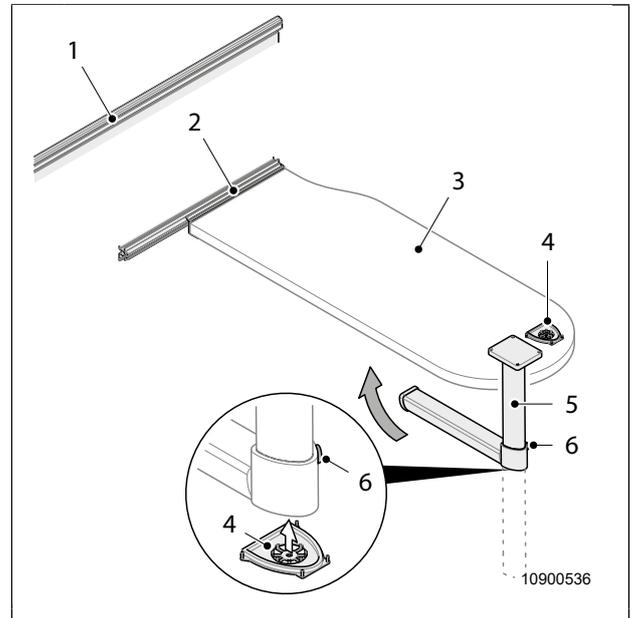

Abb. 32 Einhängetisch zum Bett umbauen
3. Tischplatte (Abb. 32, Pos. 3) rechts anheben und aus der oberen Führungsschiene (Abb. 32, Pos. 1) aushängen.
4. Knopf am Gelenk des Tischbeins (Abb. 32, Pos. 6) drücken und das Tischbein abknicken.
5. Bodenplatte (Abb. 32, Pos. 4) aus der Halterung unter dem Tisch entnehmen.
6. Bodenplatte (Abb. 32, Pos. 4) an der Unterseite des Gelenks befestigen.
7. Tischplatte in rechts angehobener Stellung in die untere Führungsschiene (Abb. 32, Pos. 2) einhängen.